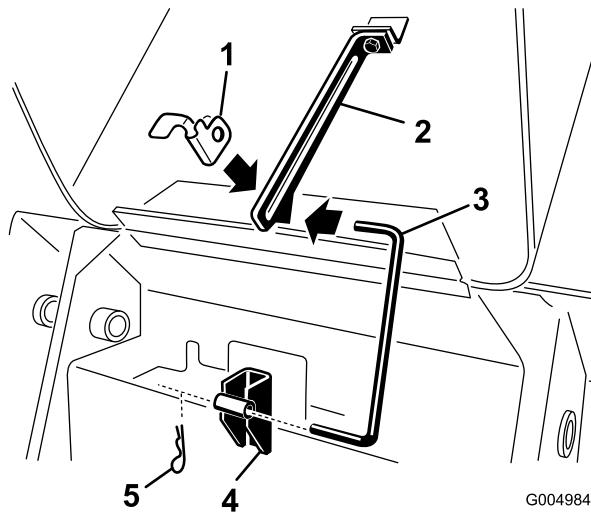

Figura 41
4. Retire el pasador de horquilla del extremo inferior de la varilla de soporte del capó y retire la varilla de los soportes de retención y de la pestaña (Figura 41).
- 8. Instale la varilla en los soportes de retención y la pestaña, y fíjela con el pasador de horquilla (Figura 41).